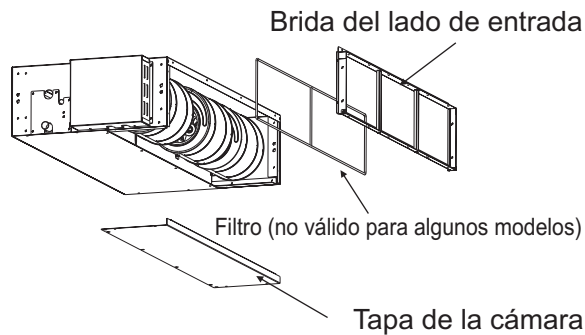
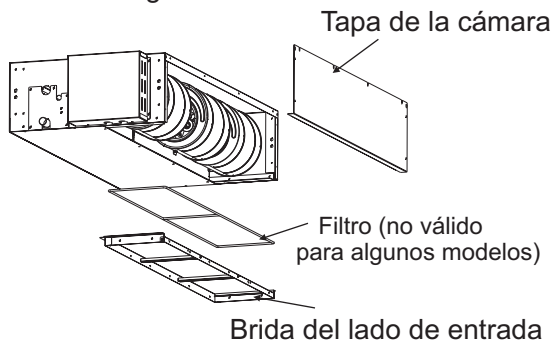

Imagen 3.1.3
Imagen 3.1.4
(2) Vuelva a colocar la tapa de la cámara en el lugar que se muestra en la IMAGEN. Vuelva a colocar la brida del lado de entrada como se muestra en la Imagen 3.1.3. Refiérase a la Imagen 3.1.4 para la dirección de la brida del lado de entrada.